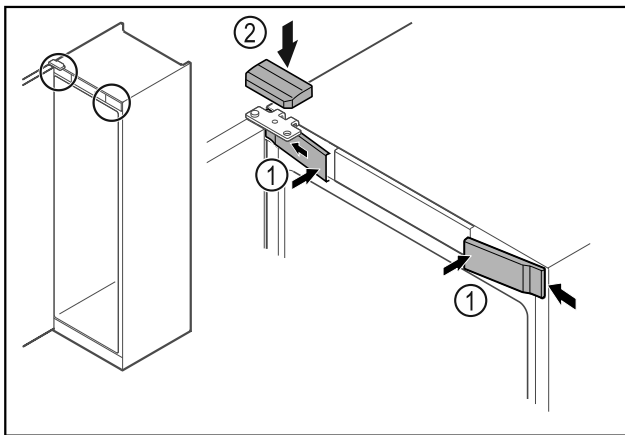

Fig. 67
- ▶ Accrocher les caches avant Fig. 67 (1) par les côtés et les enclencher.
- ▶ Insérer le cache supérieur Fig. 67 (2) par le haut.